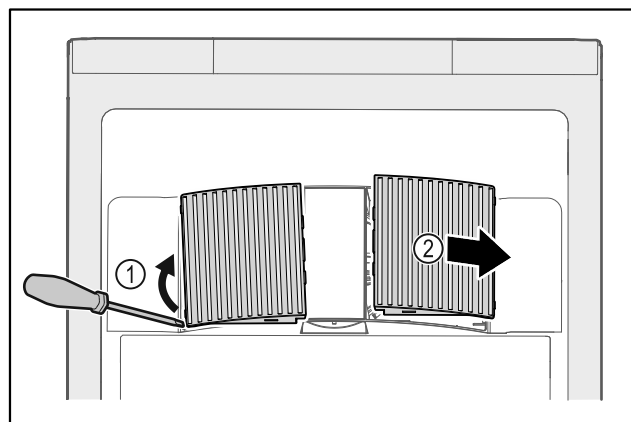

Fig. 34
- ▶ Ventilatoriaus uždangalus atsargiai nukelkite iš šono Fig. 34 (1) ir nuimkite į priekį Fig. 34 (2).